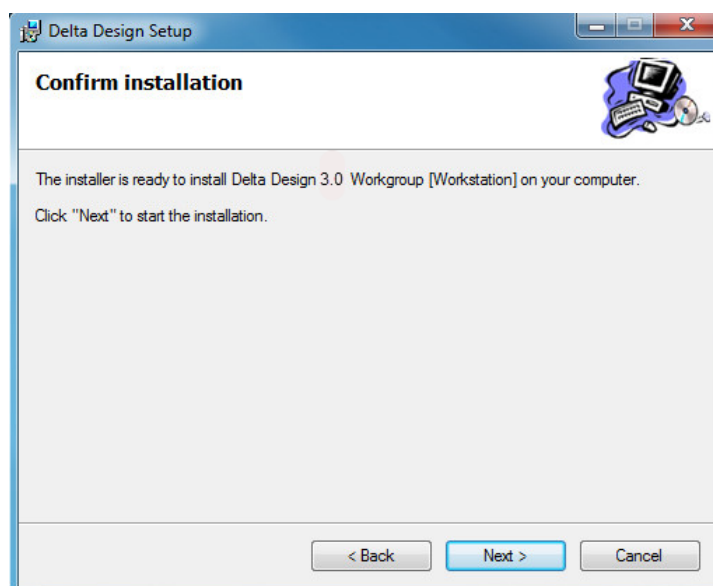

Рис. 16 Старт установки
4. Нажать кнопку «Next» для продолжения установки в следующем окне мастера, см. Рис. 16.